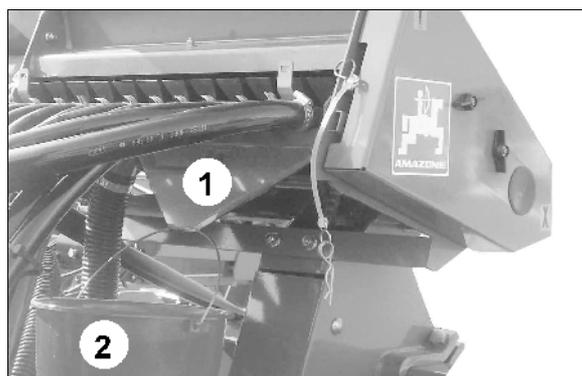

Fig. 24
4. Accrocher l'auget d'étalonnage (Fig. 24/2) sous la sortie (Fig. 24/1).